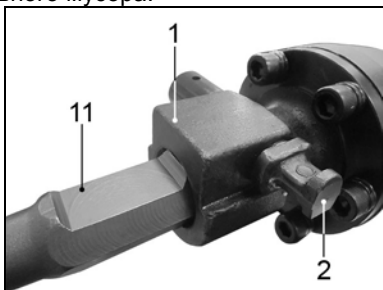

Рис. 3.
7.2.2. Преодолевая усилие пружины, оттяните фиксатор муфты (2) на себя, и удерживая в этом положении, поверните на 180° и отпустите фиксатор (2), Рис.3.